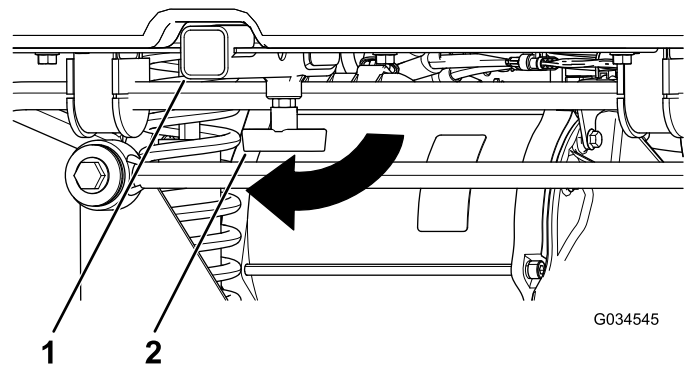

Figure 15
1. Desserrez la poignée en « T » en la tournant dans le sens horaire (Figure 15).
2. Insérez l'accessoire dans le récepteur jusqu'à ce que les trous soient alignés (Figure 15).